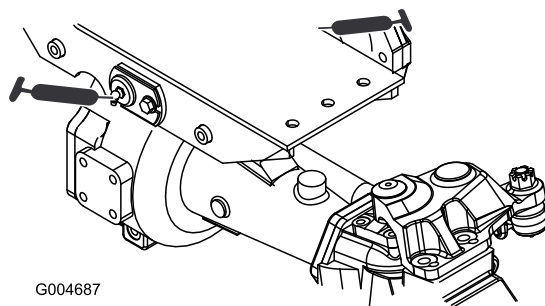

Figure 37
- Bagues de pivot d'essieux avant et arrière (2) (Figure 37)